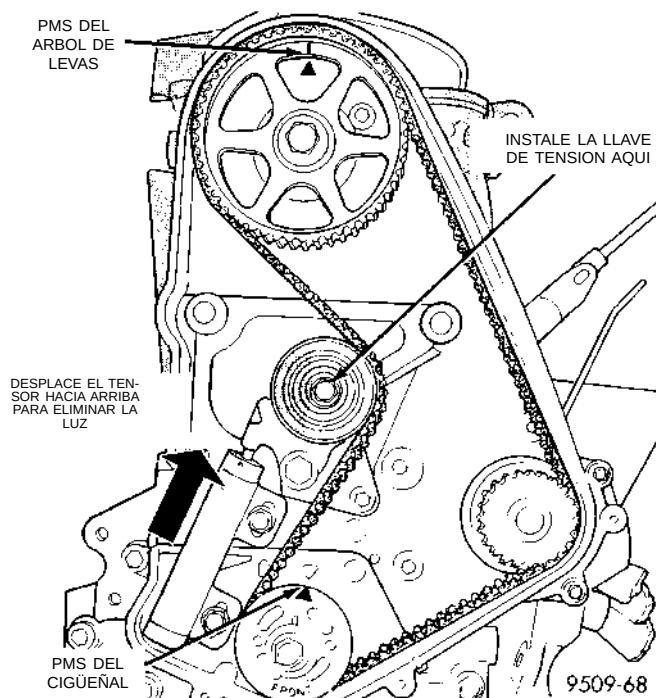

Fig. 53 Ajuste de la tensión de la correa de distribución
(9) Con una llave de tensión en la polea guía tensores, aplique una torsión de 28 N·m (250 lbs. pulg.) (Fig. 53).
(10) Con la torsión aplicada a la polea tensores, mueva el tensor hacia arriba contra el soporte de la polea tensores y apriete los dispositivos de fijación con una torsión de 31 N·m (275 lbs. pulg.) (Fig. 53).
(11) Tire del pasador del émbolo del tensor. La tensión es correcta cuando el pasador se puede retirar e instalar.
(12) Haga girar el cigüeñal 2 revoluciones y verifique el alineamiento de las marcas de reglaje (Fig. 53).